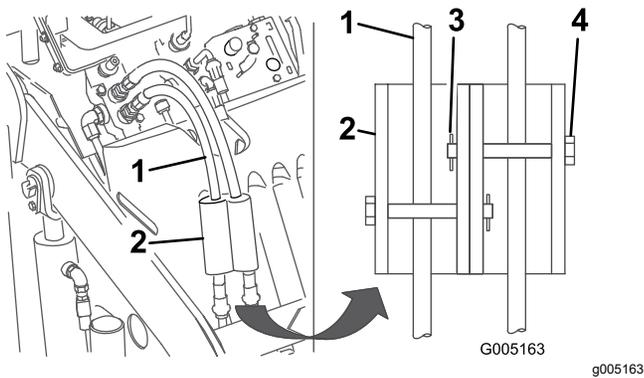

Figura 21
- Instale los bloqueos de cilindro sobre las mangueras hidráulicas y fíjelos con los pasadores y chavetas (Figura 21).